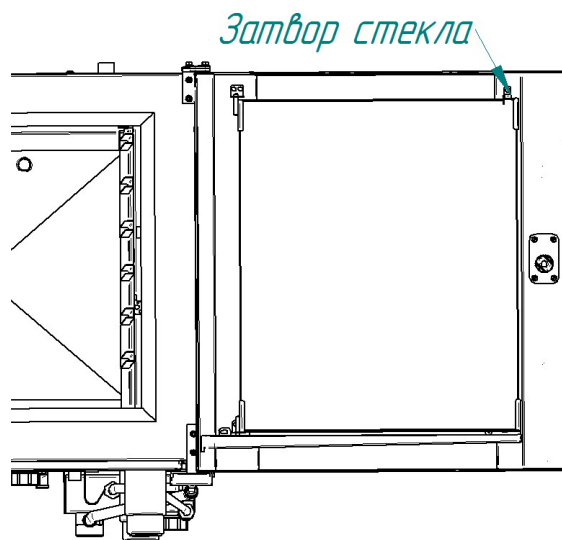

Рис.6 Месторасположение затвора внутреннего стекла двери
- по мере необходимости, поверните затвор стекла двери (рис.6) и откройте внутреннее стекло.